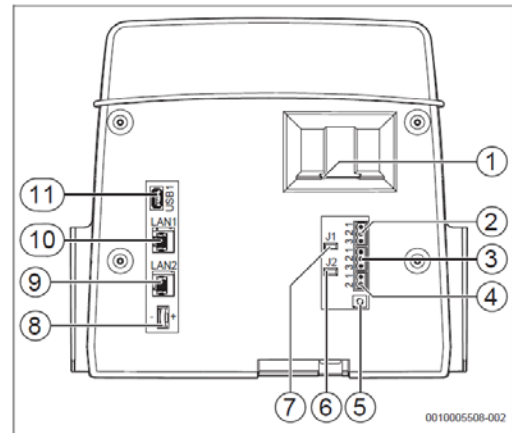

Рис. 11 Функціональні роз'єми блока управління BCT531 (тильний бік сенсорного дисплея)
Кожна система керування представляє собою одного абонента шини CBC-BUS, однозначно впорядкованого на BUS-шині зі своєю індивідуальною CBC-BUS-адресою. Налаштування адреси виконується на тильному боці ВСТ531 (→ Рис. 11, [5], Стор. 15).
- два USB-інтерфейси (з фронтального боку → Рис. 1, [5], Стор. 8, та з тильного боку → Рис. 11, [11]) для сервісних цілей (оновлення програмного забезпечення або для комп'ютерного управління через Web-браузер);
- один EMS-інтерфейс для підключення одного газового / дизельного EMS-теплогенератора → Рис. 11, [4] (наприклад, Logamax plus GB162 або Logano plus KB372, GB402 та KB472);
- один Modbus-інтерфейс для обміну даними з системою керування вищого рівня (→ Рис. 11, [10]);
- один слот для SD-карти пам'яті для запису інформаційних даних (FAT32, макс. 32 Гб), (→ Рис. 11, [1]).